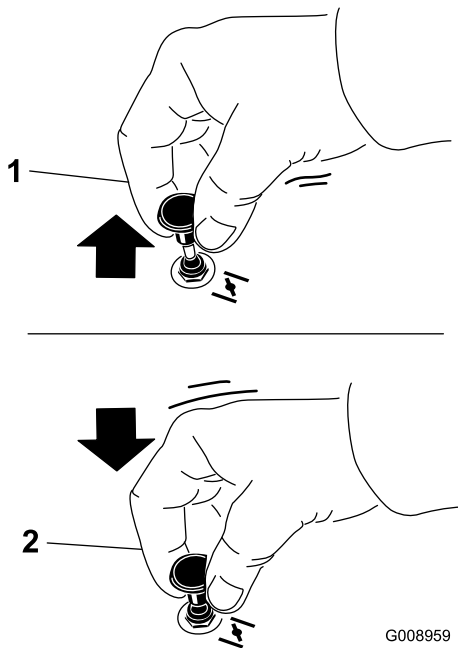

Figure 13
1. Tirez sur la commande du volet de départ pour engager celui-ci avant d'utiliser le commutateur d'allumage (Figure 13).
2. Poussez sur la commande pour désengager le volet de départ une fois que le moteur a démarré (Figure 13).